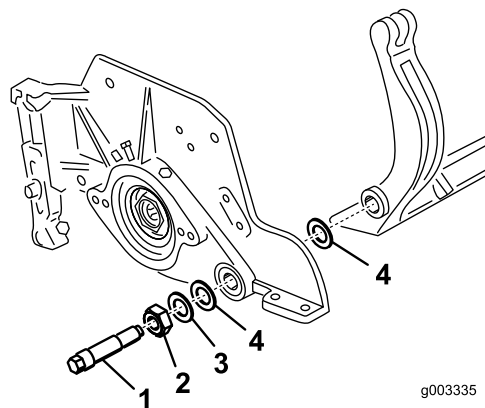

Рисунок 30
Не забудьте о наличии 2 нейлоновых шайб и 1 стальной шайбы с каждой стороны неподвижного ножа (**Рисунок 30**).
3. С каждой стороны установите нейлоновую шайбу на выступ боковой пластины. На нейлоновые шайбы установите стальные шайбы (Рисунок 30).